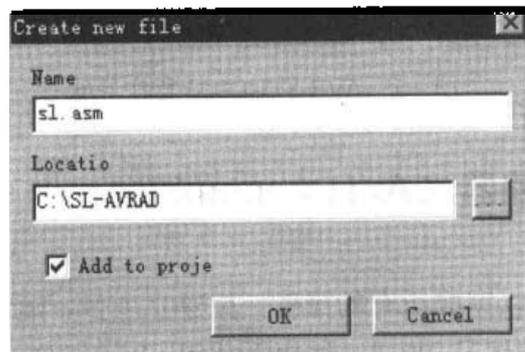

图 4.3 新建汇编源文件
- (1) 从菜单 **File** 中选择 **New text file** 命令，出现 **Create new file** 窗口；
- (2) 输入汇编源文件的文件名，如 **SL.ASM**；
- (3) 选择保存的路径；
- (4) 选择“**Add to Project**”，再单击 **OK** 按钮，即完成汇编源文件的创建并自动添加到项目中。
(5) 然后会出现新的源文件编辑窗口，在该窗口中可输入、编辑汇编源程序，如图 4.3 所示。